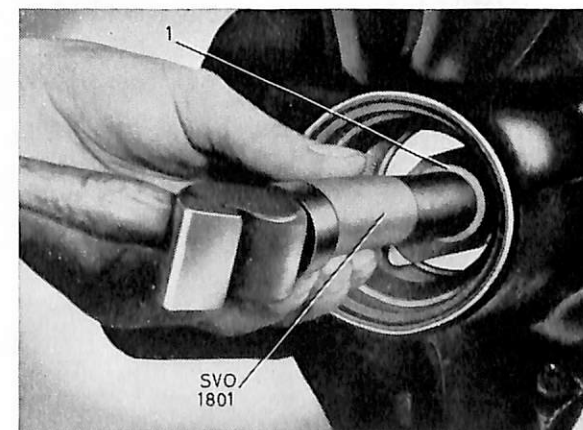

Bild 12. Demont. av lagerring.
10. Driv vid behov ut lagrens ytterringar, se bild 12. Använd standardskaft SVO 1801 och dorn SVO 4063 för främre och SVO 4064 för bakre ringen. Tag vara på justermellanlägggen (30) under bakre ringen.